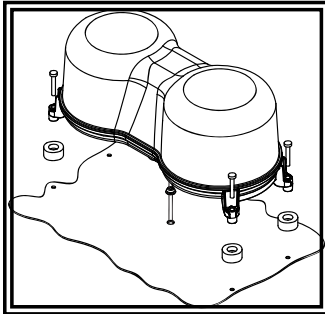

Figura 1
2. Usando la base de la Minibar como plantilla, marque las ubicaciones de los cuatro orificios de montaje (vea la figura 1).
4. Se puede perforar un cuarto orificio para el acceso del cable como se muestra en la figura 1 y los cables se pueden pasar a través de la arandela de goma.